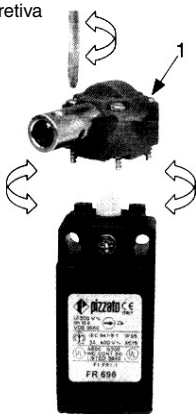

Fig. 1
B) Precauções durante a instalação (Fig. 1):
- Para mudar a posição do cabeçote, solte os quatro parafusos de fixação (1). Gire o cabeçote para a posição desejada. Fixe os quatro parafusos novamente.
- Ligue em série o fusível de proteção nos contatos de segurança como mostrado no esquema elétrico (ver página anterior - item 5).
B) Take care during and after the installation (Fig. 1):
- To change the head position, unscrew the four fixing screws (1). Turn the head to the desired position. Re-tighten the four fixing screws.